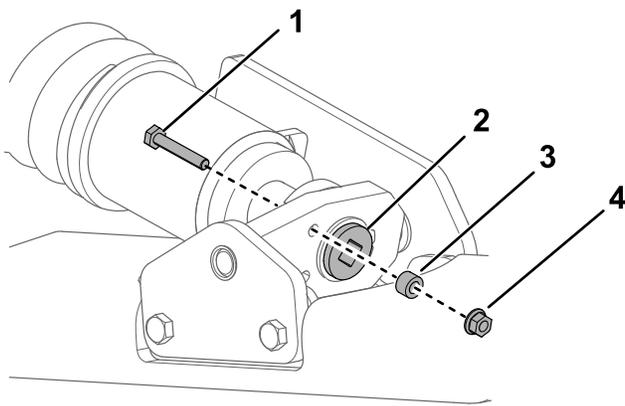
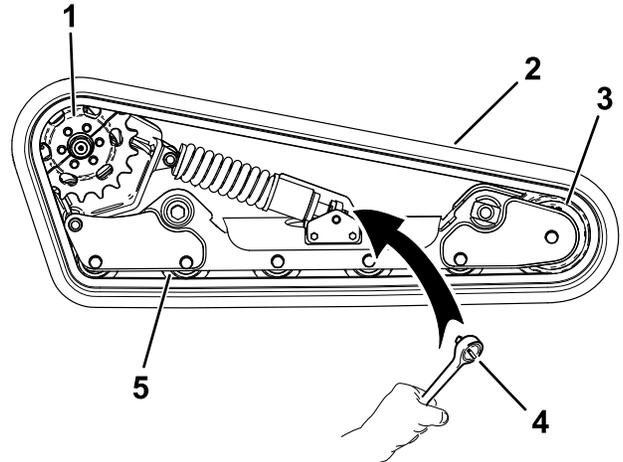

Figura 57
Figura 61
4. Rimuovete il bullone di bloccaggio, il distanziale e il dado (Figura 57).
- Allineate l'intaglio più vicino della vite di tensione al foro del bullone di bloccaggio e fissate la vite con il bullone di bloccaggio e il dado (Figura 57).
- Rimuovete il bullone di bloccaggio, il distanziale e il dado (Figura 57).
- Utilizzando un cricchetto di trasmissione da 1/2", rilasciate la tensione di trasmissione ruotando la vite di tensione in senso orario (Figura 57 e Figura 61).
- Rimuovete i 3 bulloni che fissano la metà della ruota conduttrice che non è innestata nel cingolo (Figura 61).
14. Avvolgete il nuovo cingolo attorno alla ruota anteriore, quindi attorno al mozzo di comando sul lato senza il pignone (Figura 61).
15. Spingete il cingolo sotto e tra le ruote non motrici e avvolgetelo attorno al telaio (Figura 61).